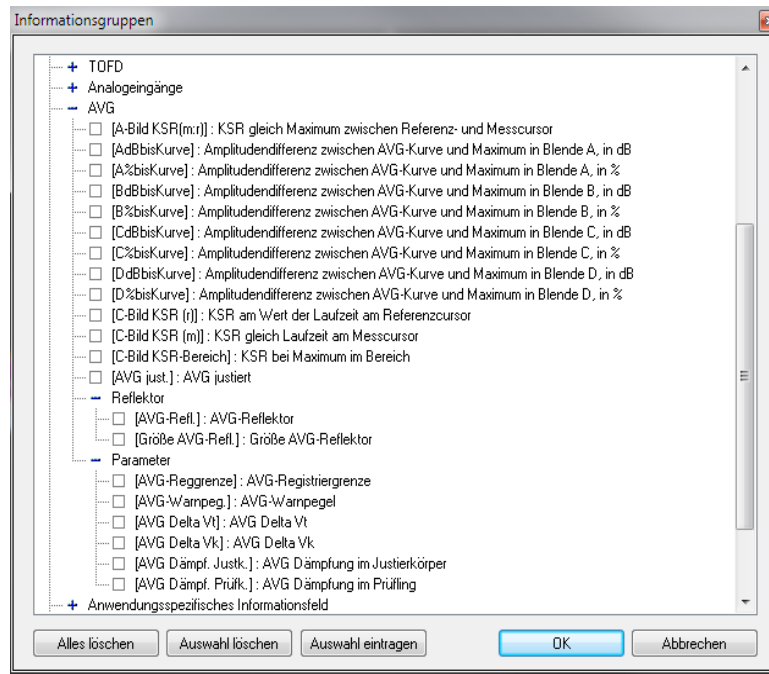

Abbildung 4-47 AVG-Messwerte im Dialogfeld Informationsgruppen
3. Im eingeblendeten Dialogfeld **Informationsgruppen** (siehe Abbildung 4-47 auf Seite 291):